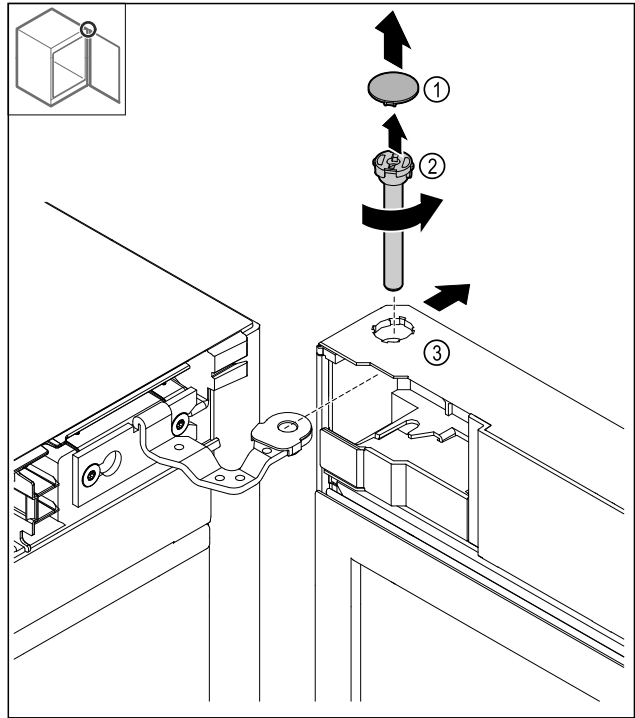

Fig. 18
- ▶ Zložte kryt Fig. 18 (1).
- ▶ Uvoľnite čap Fig. 18 (2) proti smeru hodinových ručičiek a vytiahnite ho.
- ▶ Zľahka naklopte dvere Fig. 18 (3).